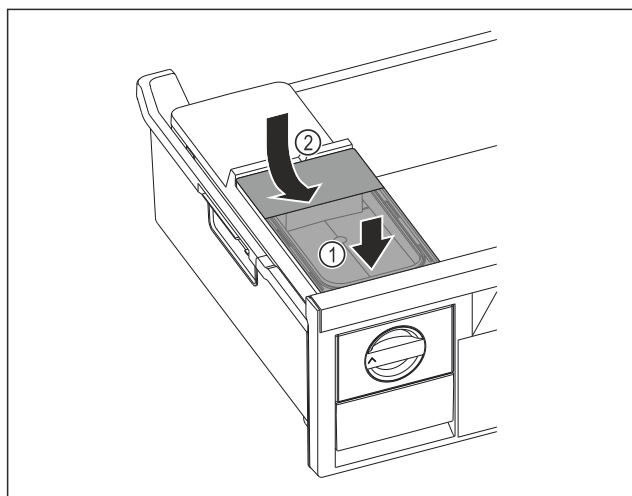

Fig. 70
- Placer le réservoir d'eau à l'avant. Fig. 70 (1)
- Abaisser le réservoir d'eau à l'arrière. Fig. 70 (2)